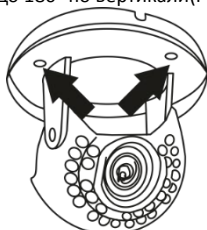

Рис. 3.
► Установить монтажную площадку (1) на заранее подготовленные отверстия и прикрутить к поверхности (Рис. 3.).